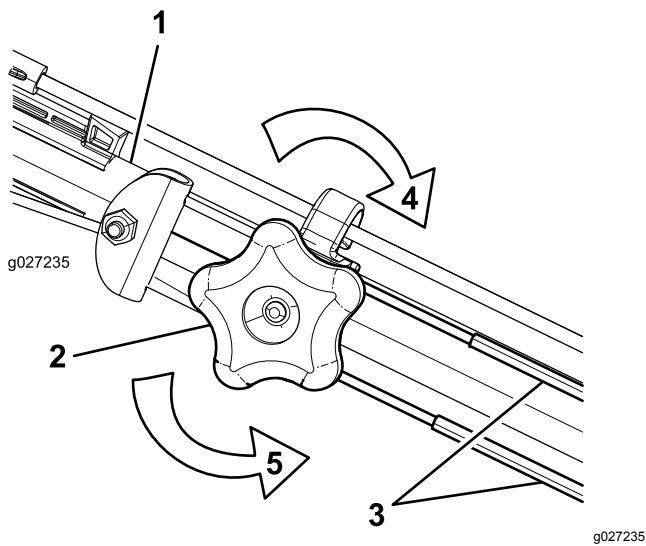

Рисунок 36
1. Поверните ручку регулировки против часовой стрелки, чтобы ослабить натяжку троса (Рисунок 36).
- Отрегулируйте натяжение тросов (Рисунок 36), потянув их назад или вперед, затем удерживайте в этом положении.